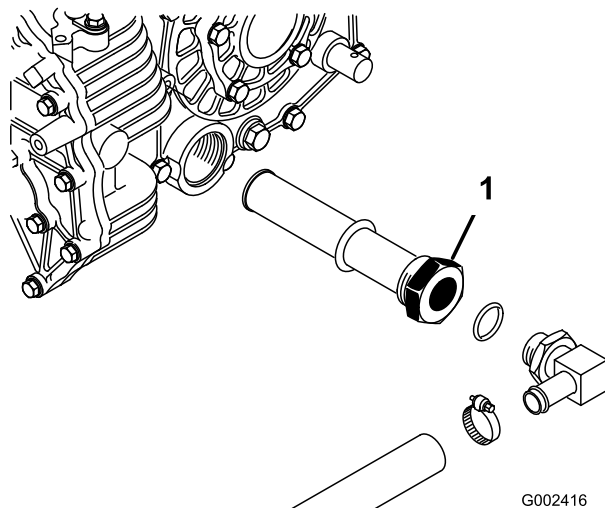

Figure 77
3. Notez l'orientation du flexible hydraulique et du raccord à 90° raccordé à la crépine sur le côté du réservoir (Figure 77). Déposez le flexible hydraulique et le raccord à 90°.